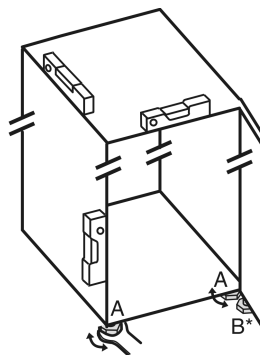

Fig. 46
- Svitare i piedini regolabili Fig. 46 (A) con la chiave a forchetta contenuta nella fornitura e con l'aiuto di una bilancia idrostatica, finché l'apparecchio non si trova in posizione stabile e piana.
► Con la chiave a forchetta in dotazione, svitare il piedino regolabile Fig. 46 (B) sul cuscinetto di supporto inferiore, fino a farlo appoggiare sul pavimento.
► Ruotare ulteriormente il piedino regolabile Fig. 46 (B) di 90°.